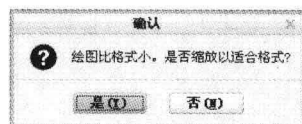

图 12-122 “确认”信息提示框
Step 04 单击“确定”按钮,弹出“确认”信息提示框,如图 12-122 所示。